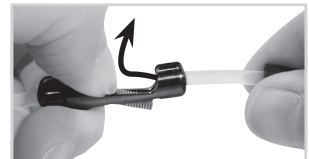

Abb. 13
- 3 Führen Sie das freie Kabelzugende mit Gewindemuffe aus der Halterung heraus (Abb. 13).